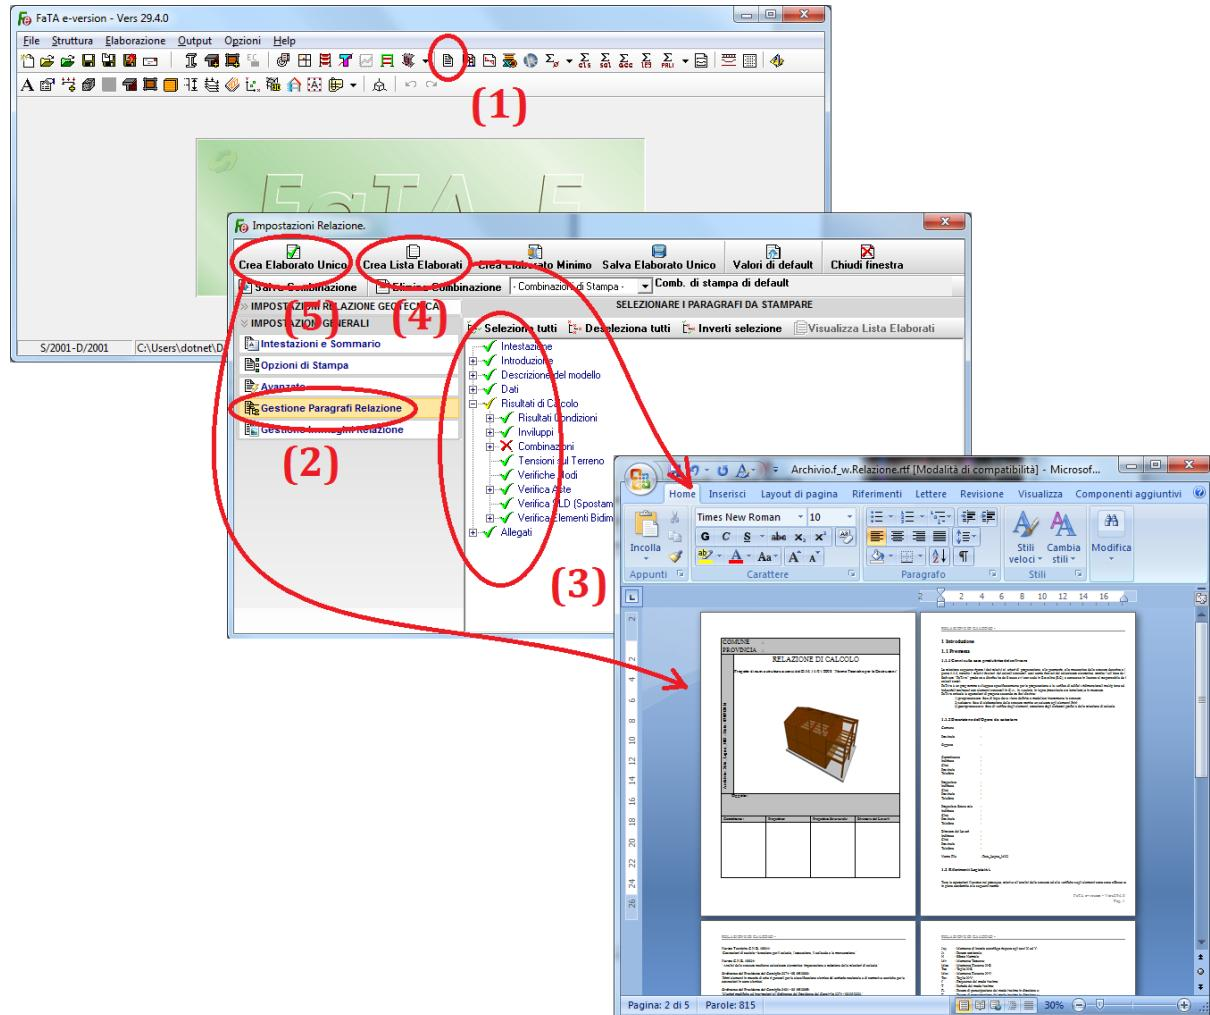

Figura 85
Per elaborare le relazioni attinenti le analisi e le verifiche svolte si deve fare riferimento all’ambiente principale di FaTA-E. Con riferimento alla figura 85 cliccare (1) sul pulsante “*Relazione di Calcolo*” oppure in alternativa sul tasto F10 della tastiera.